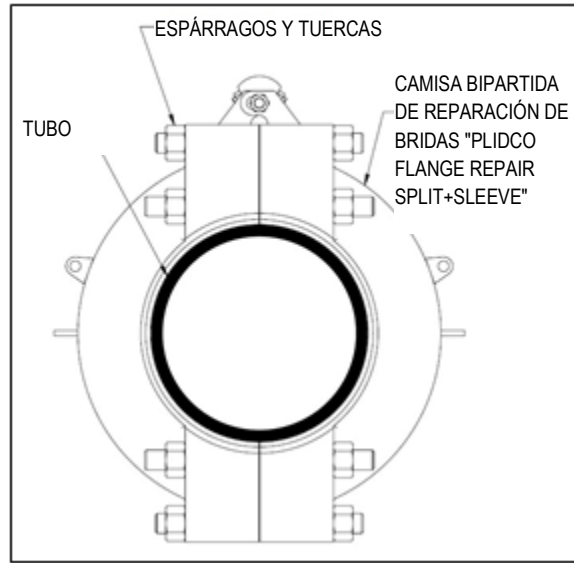

Figura 9
6. Una vez que el accesorio quede envuelto alrededor del tubo, inserte los espárragos a través de los orificios de los pernos y enrosque las tuercas como se muestra en la Figura 9. Proceda a apretar los espárragos y tuercas según estas instrucciones de instalación.